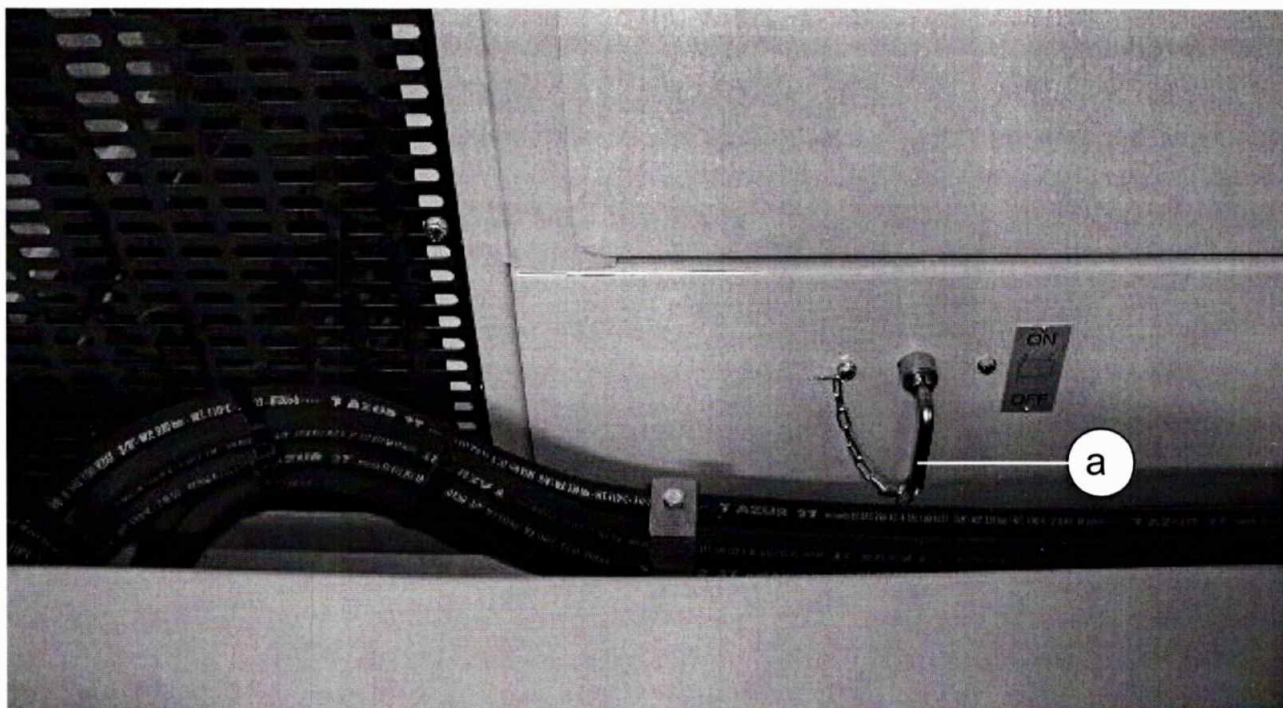

fig. 7.6.2
- È possibile che sia rimasto disinserito l'interruttore generale della batteria. Si deve girare la leva dell'interruttore indicato dal particolare (a) di fig. 7.6.2 per ricollegare le batterie.